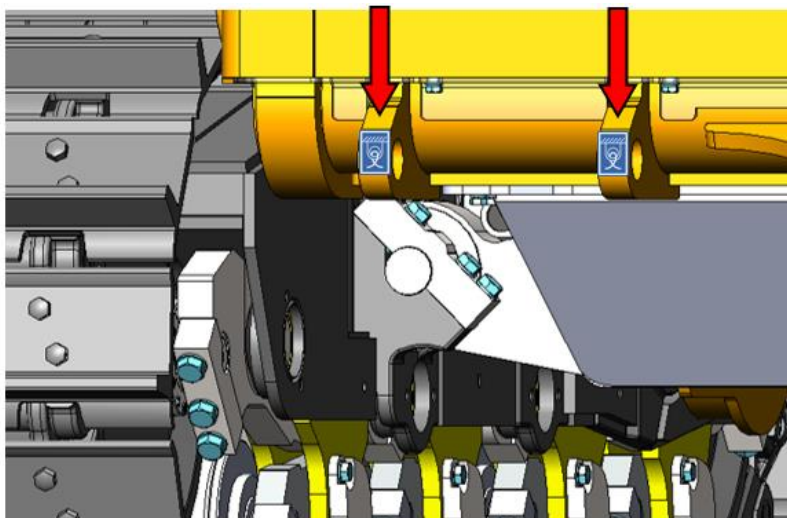
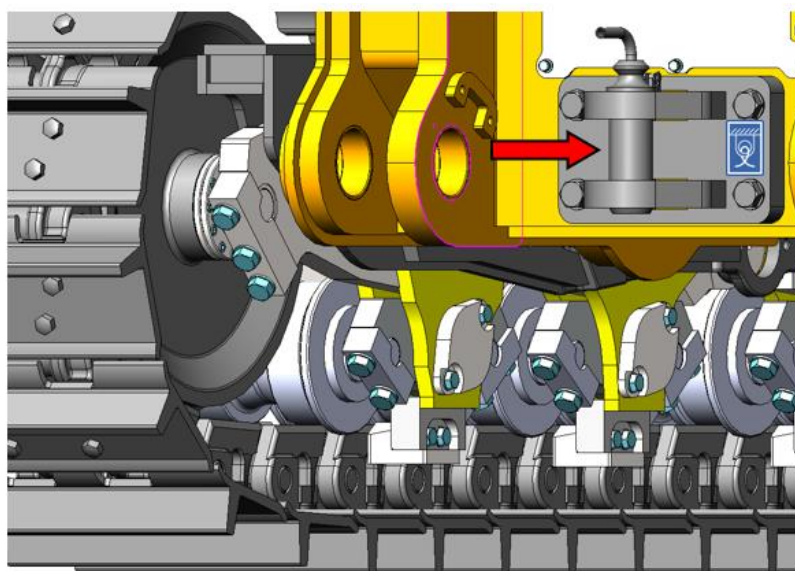

Рисунок 3.156. Буксировочные проушины в передней части машины
Рисунок 3.157. Жесткое прицепное устройство в задней части машины
- Для буксировки предусмотрены буксировочные проушины в передней части машины (рис. 3.156) и жесткое прицепное устройство в задней части (рис. 3.157).